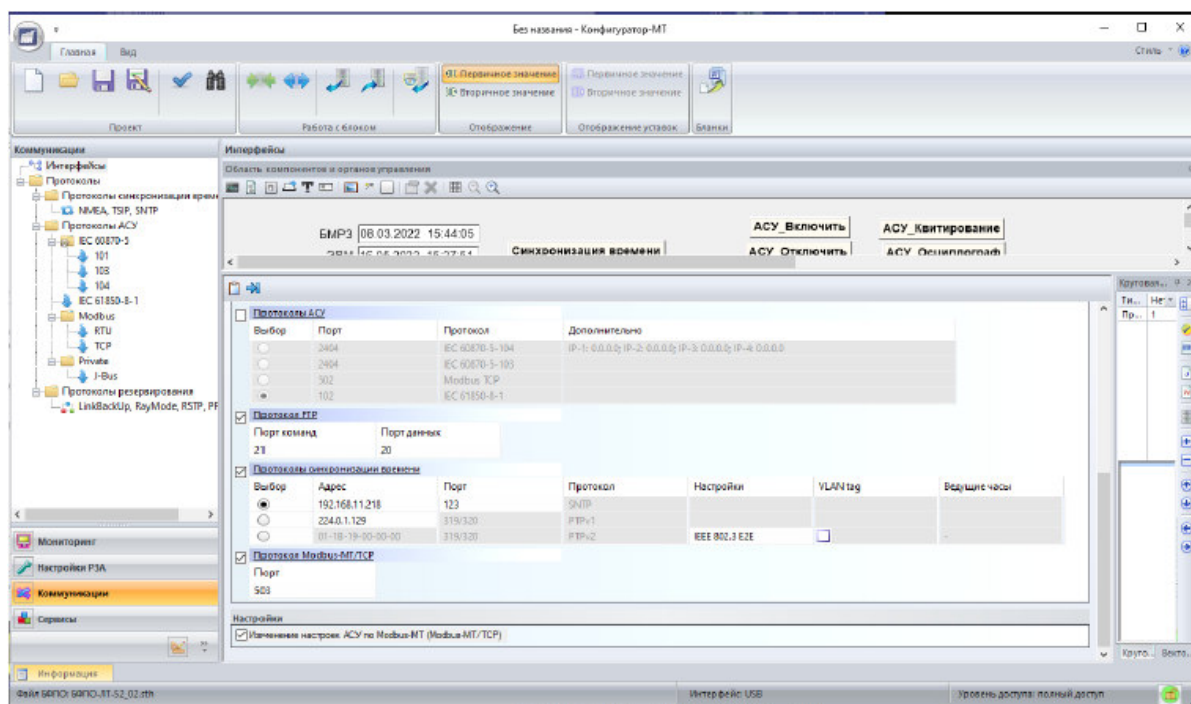

Рисунок 36
4.9.13.2 В разделе "Протоколы синхронизации времени" вкладки "Интерфейсы" можно активировать протокол синхронизации времени SNTP, RTPv1 или RTPv2 и задать их параметры (рисунок 36).